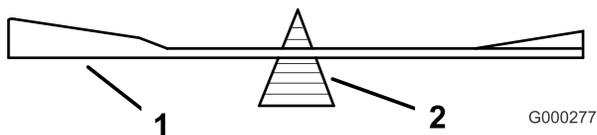
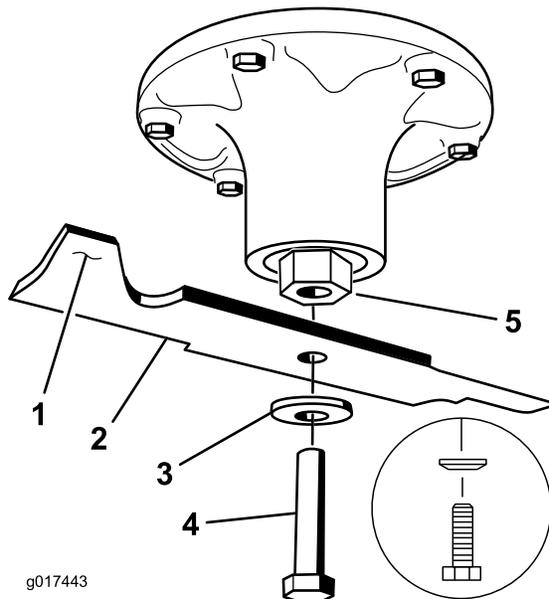

Figure 83
Figure 84
2. Vérifiez l'équilibre de la lame en la plaçant sur un équilibreur (Figure 83). Si la lame reste horizontale, elle est équilibrée et peut être utilisée. Si la lame est déséquilibrée, limez un peu l'extrémité de la partie relevée seulement (Figure 84). Répétez la procédure jusqu'à ce que la lame soit équilibrée.
2. Posez la lame, la rondelle élastique et le boulon de lame. Le cône de la rondelle élastique doit être dirigé vers la tête du boulon (Figure 84). Serrez le boulon de lame à un couple de 115 à 150 Nm.